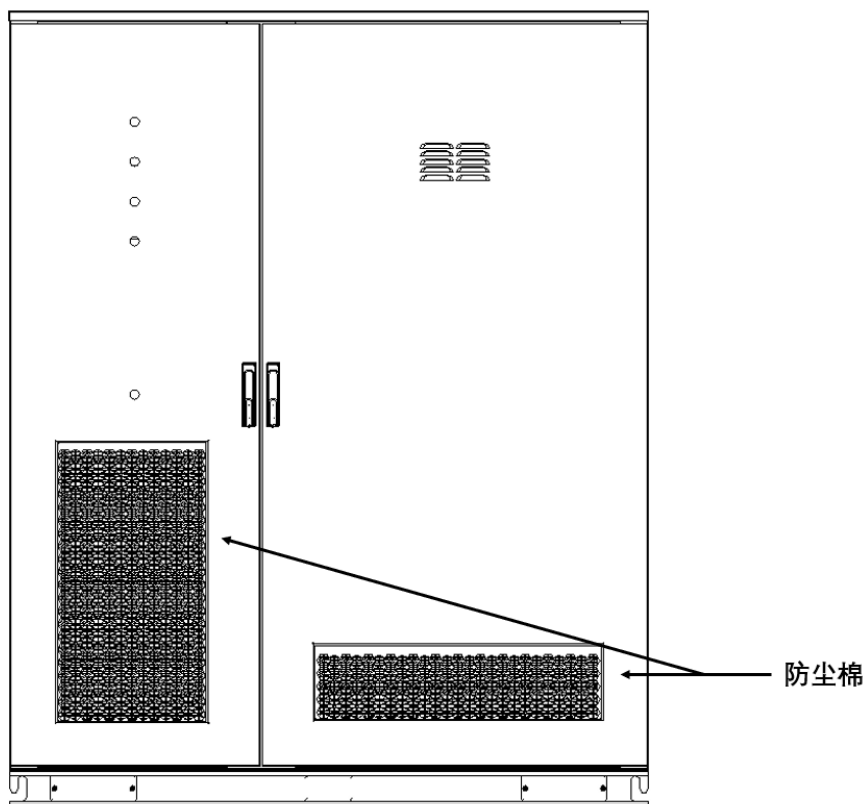

图 7-7 防尘棉位置示意图
- 3 光储一体柜底部前后有防尘棉需要定期维护或更换。防尘棉维护时需找开柜门，拆开百叶窗，防尘棉位置如图 7-7 所示。